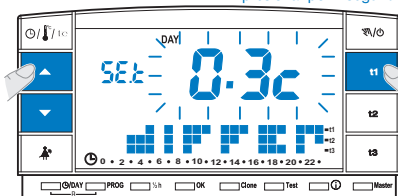

fig. 36
- Presionar la tecla **t1** hasta que aparezca en la pantalla el valor del diferencial existente en forma parpadeante (ejemplo fig. 36 - configuración de fábrica **0.3c**).
- Modificar el valor (de 0,2 a 0,7) con la teclas **▲▼** (ejemplo fig. 36).